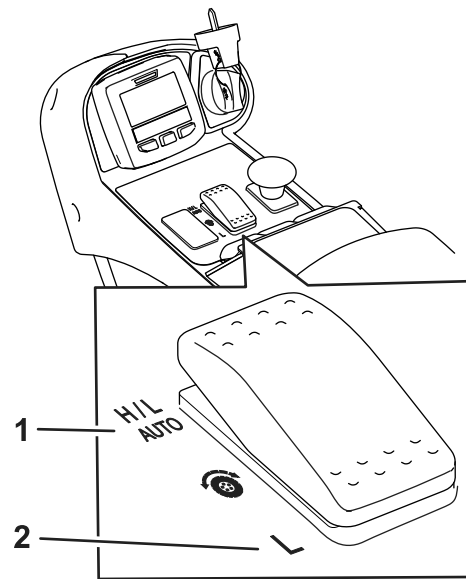
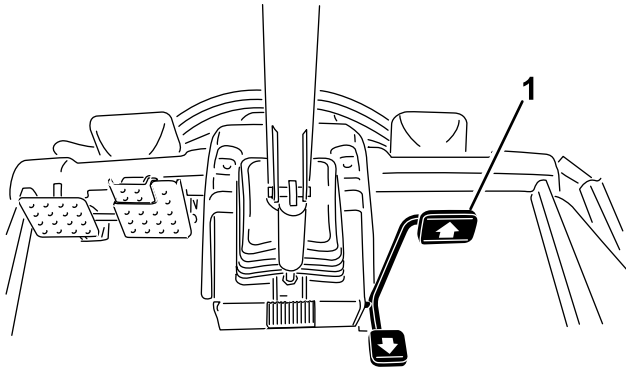

Bild 25
Bild 26
- Unter normalen Betriebsbedingungen ist diese Maschine für den Betrieb in der H/L AUTO-Stellung am Geschwindigkeitsbereichsschalter (Bild 25) vorgesehen. Diese Position ermöglicht es der Maschine, automatisch zwischen niedrigen und hohen Geschwindigkeitsbereichen umzuschalten, je nachdem, ob die Maschine zum Mähen oder Fahren verwendet wird.
- Wenn Sie die NIEDRIG-Stellung am Geschwindigkeitsbereichsschalter (Bild 25) wählen, arbeitet die Maschine immer im niedrigen Drehzahlbereich. Diese Einstellung ist für den Betrieb in einem Werkstattbereich, das Be- oder Entladen von einem Anhänger, das Befahren steiler Steigungen oder jeden anderen Betrieb vorzuziehen, bei dem die höheren Fahrgeschwindigkeiten des hohen Geschwindigkeitsbereichs nicht erwünscht sind.
Diese Maschine ist mit zwei Fahrgeschwindigkeitsbereichen ausgestattet: niedrig und hoch. Mit dem Geschwindigkeitsbereichsschalter können Sie die folgenden Positionen wählen (Bild 25):
Dies ermöglicht es, die maximale Geschwindigkeit der Maschine einzustellen, wenn Sie das Pedal ganz nach unten treten (Bild 26). Sie können eine separate Geschwindigkeit für den unteren und oberen Bereich einstellen (Bild 25).